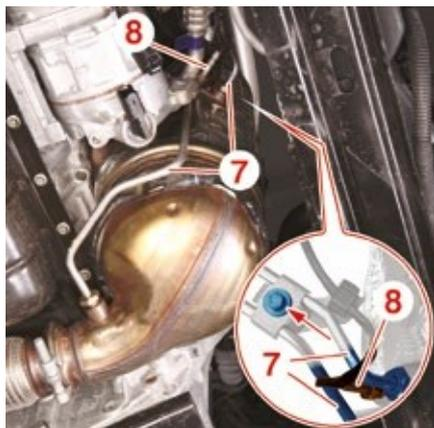

Fig. 27
- Spostare (Fig. 27):
- i condotti (7),
- la sonda (8).